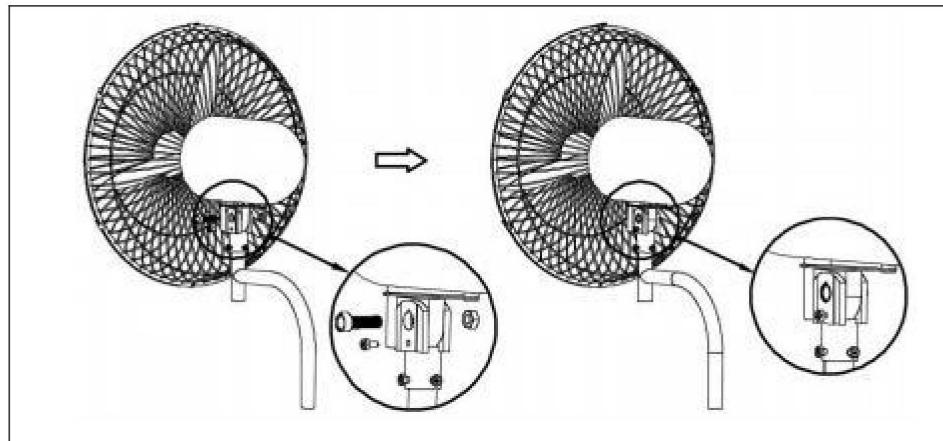

Figure 8.
Installez la tête du ventilateur sur le support, puis verrouillez les vis du support 4 (10) et les écrous du support 1 (11), et enfin verrouillez les vis du support 3 (9). Voir le (Fig.8.)